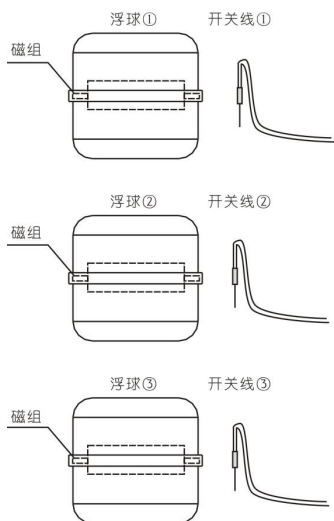

图 7 编号示意图
- 2) 分别将开关线、浮球分组编号，一个浮球对应一组开关线，如图 7 所示。